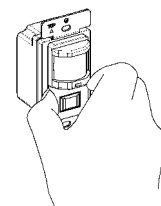

Figure 3
5. Retirer la petite plaque de couvercle. (Illustré comme Figure 3.)